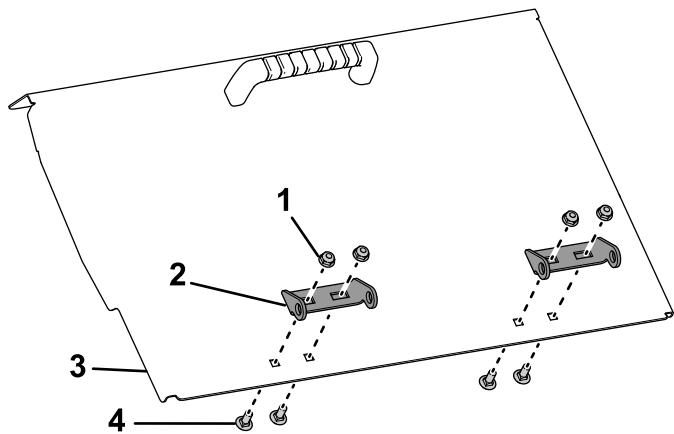

Figura 7
6. Montați, fără a strânge, balamaua la trapa buncărului cu ajutorul uruburilor de fixare ($\frac{1}{4} \times \frac{5}{8}$ ") și al contrapiuliilor (Figura 7). Aliniați balamaua de pe trapă cu balamaua de pe maină și apoi strângeți elementele de fixare.